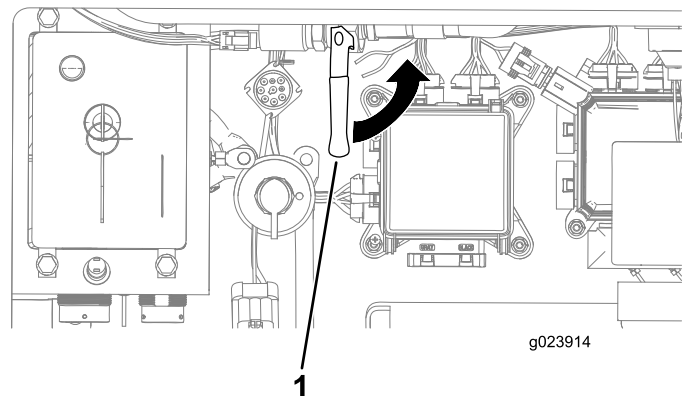

Figura 160
A. Abra la válvula de anticongelante, dentro del compartimiento trasero (Figura 160).
6. Cierre la válvula de anticongelante (Figura 160).